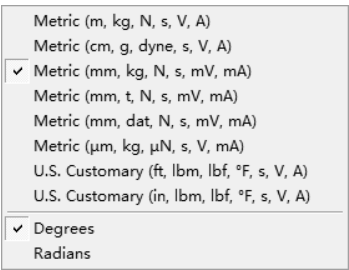

图 3-27 【Units】菜单
(4) 【Units】菜单 【Units】菜单用于选择需要的单位，如图 3-27 所示。